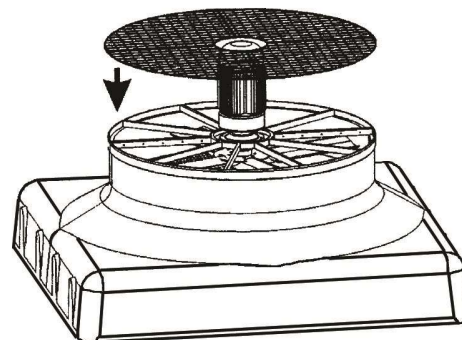

Fig. 15
- a) Check that the grating that protects the fan is assembled. If it is not, assemble it (Fig 15).
- a) Vérifier que la grille de protection du ventilateur est montée, dans le cas contraire, la monter (fig. 15).
- a) Comprobar si se encuentra montada la rejilla de protección del ventilador, en caso de no ser así, montarla (fig. 15).